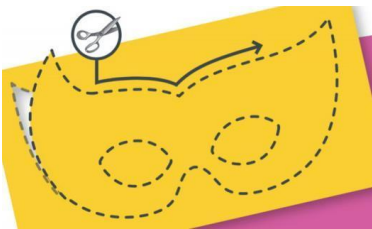

Рис. 5.7. Підготовка нижнього шару маски
**Крок 1. Підготовчий етап.** Створення шаблону, враховуючи розміри власного обличчя. Існує дві частини шаблону: верхній шар і нижній шар. Треба піднести шаблон верхнього шару до обличчя, щоб перевірити його придатність, тобто внести будь-які зміни у форму очей або носа, перш ніж наносити шаблон на фетр. За допомогою ручки або маркера треба намалювати шаблони на фетрі. Обидва шаблони розміщують на одному шматочку фетру. Електронні компоненти розміщуються на верхньому шарі, тоді як нижній шар буде використовуватися для надання масці додаткової підтримки (рис. 5.7).